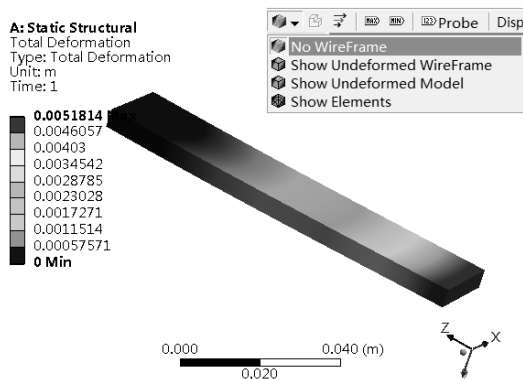

图 4-13 No WireFrame 方式
(1) No WireFrame : 不显示几何轮廓线, 如图 4-13 所示。